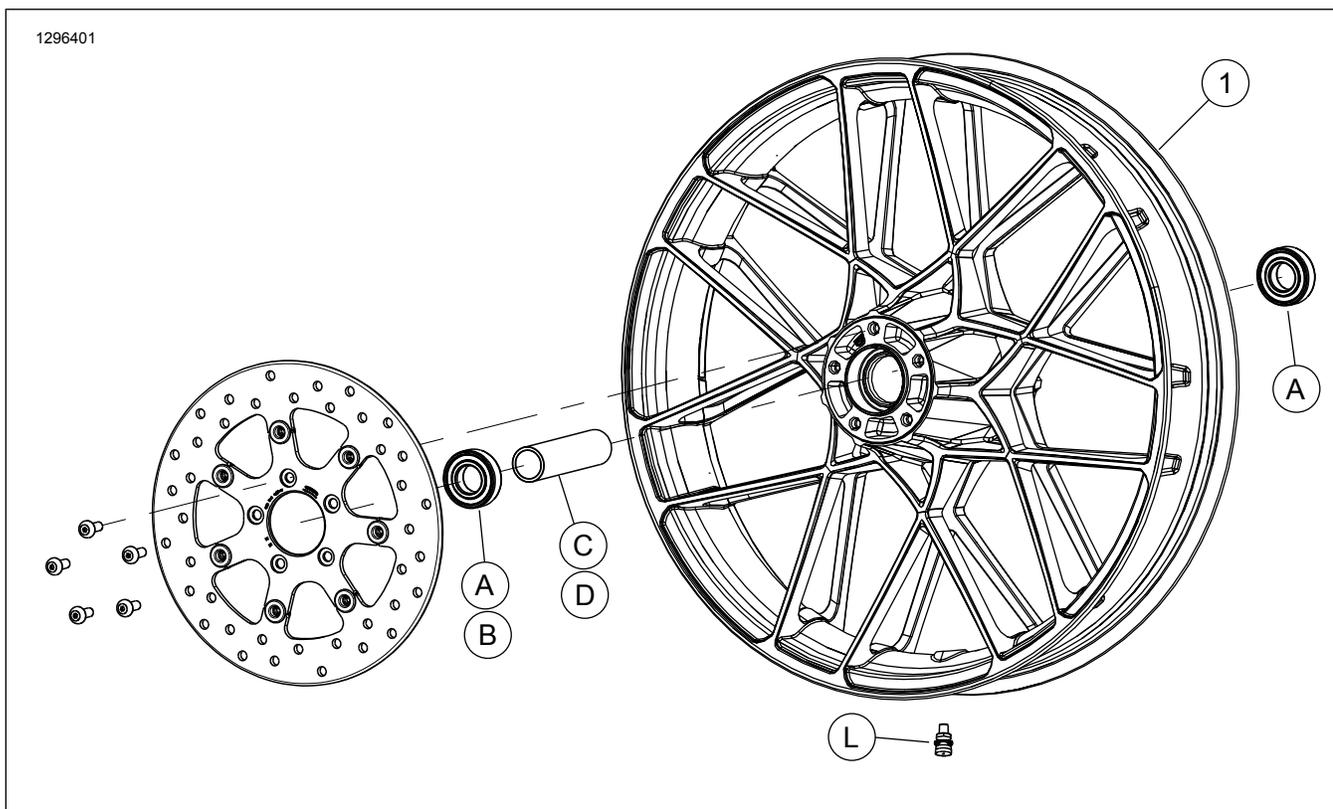

Figure 2. Pièces de rechange : Roue avant
Ce kit inclut uniquement la roue personnalisée. Voir Figure 2 et Tableau 2.
2. Voir Figure 2 . Poser l'ensemble de tige de valve (L) sur la roue. Consulter le manuel d'entretien.